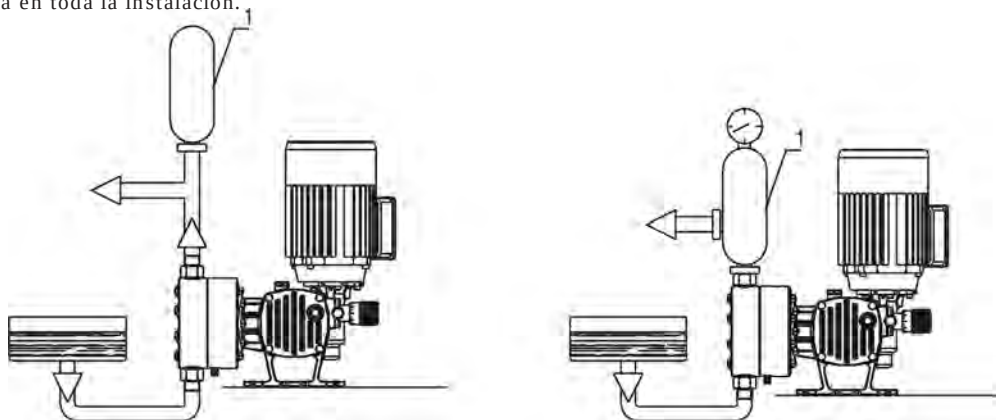

Fig. 5 - configuraciones con acumulador neumático o amortiguador de impulsos.
5.3.3. Configuración con acumulador neumático o cámara amortiguadora de impulsos (Ref. 1 - Fig. 5)